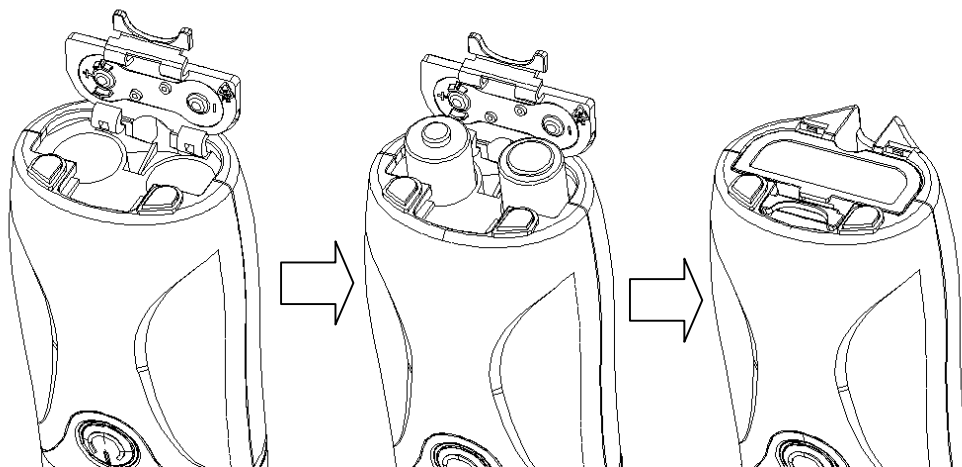

Рис. 3
- а. Чтобы открыть крышку батарейного отсека (6) на нижней части устройства, слегка нажмите и потяните крышку в направлении стрелки, затем поднимите крышку вверх.
- с. Убедитесь, что полюса на батареях соответствуют полюсам в устройстве (Рис. 3).